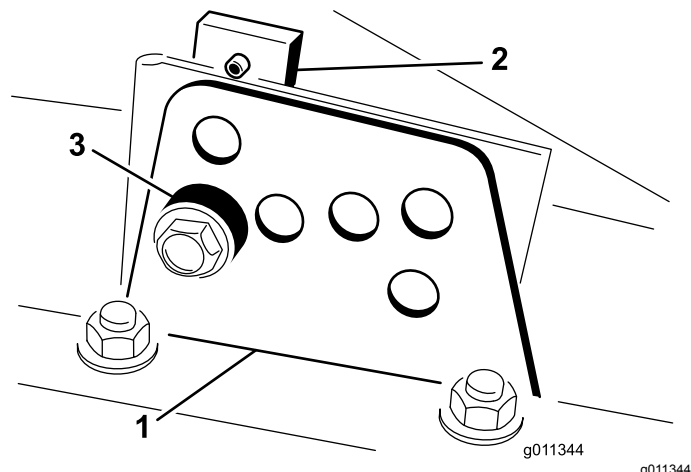

図 8
2. 各刈り高ブラケットを刈り高プレート前と右と左に固定しているボルトをゆるめる図 8。
4. チェンバを支えておきながらスペースを取り外す 図 8。